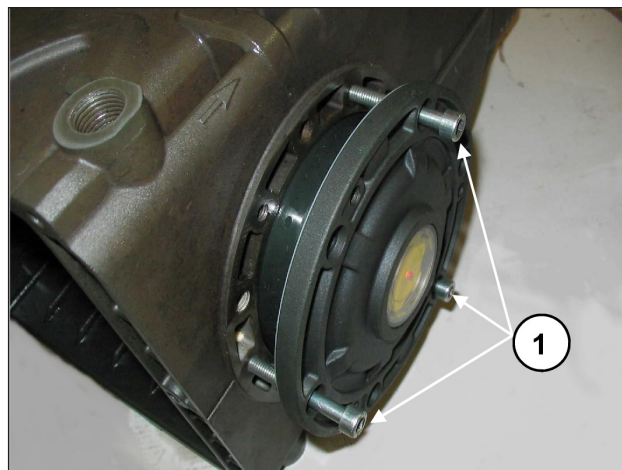

Fig. 8
Para facilitar a entrada da primeira seção e da relativa inserção das coberturas no carter, aconselha-se o uso de três parafusos M6 x 40, parcialmente rosqueados, (Fig. 8, pos. ①) para, em seguida, completar a operação com os parafusos fornecidos (M6x16).
Paras a abordagem das duas coberturas laterais, ao carter, pode-se usar três parafusos M6x40 para uma primeira fase de orientação, conforme já indicado anteriormente (Fig. 8), e os parafusos previstos para a fixação final.